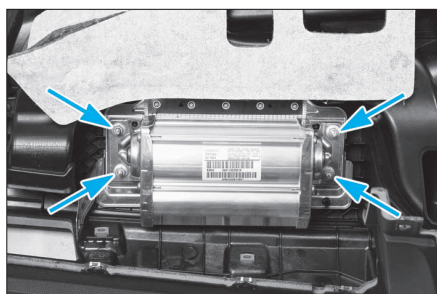

FIG. 7
- Tout en maintenant le module pour éviter sa chute, déposer ses écrous de fixation et le dégager par le logement de la boîte à gants (Fig.7).